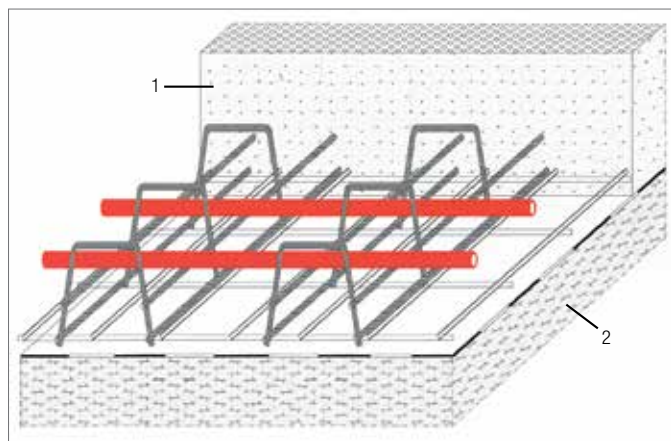

图 31-9 钢架楼板：在镶板中央安装加热管的特殊施工方式
- 如果结构工程师更愿意将加热管安装在中间区，则必须采用特殊方案（见图31-9）。将加热管组装在间隔筐可作为特别部件订购，它还可以作为之后安装的上层钢筋架的间隔装置。